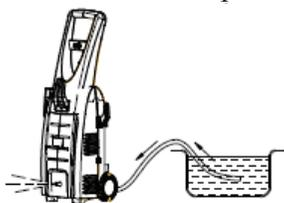

рис. 6
- Если по истечению этого времени через отверстия для выхода не пойдет вода (рис.6). Выключите мойку и вновь погрузите шланг в воду.